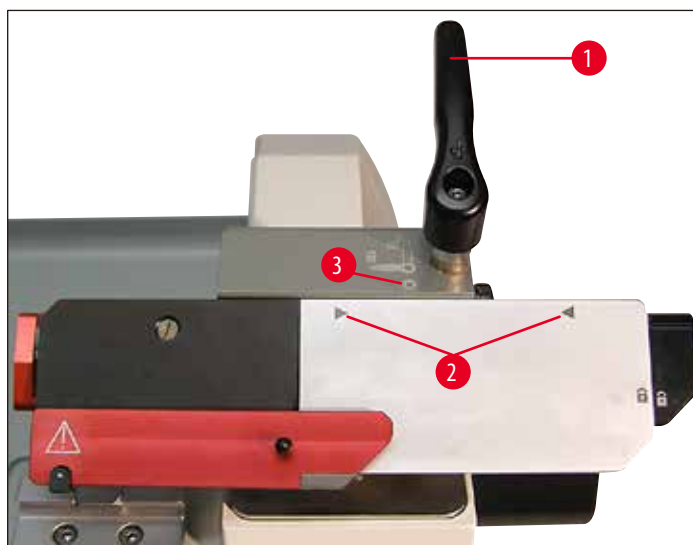

Рис. 20
- Теперь возможно перемещение направляющей (→ Рис. 20). Для зажима снова поверните рычаг (→ Рис. 20-1) влево.